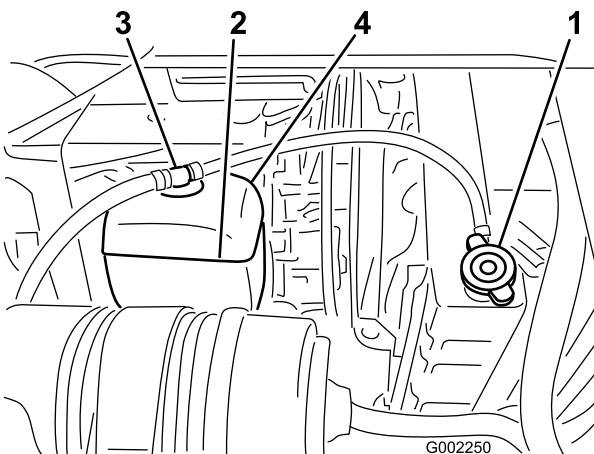

Figura 54
- Quando il motore è freddo, togliete il tappo del radiatore (Figura 54).